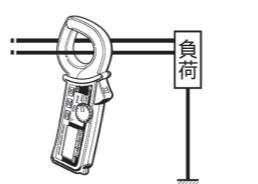

図1. 負荷電流測定
- (1) レンジスイッチを任意の位置（被測定電流が、レンジの測定範囲を超えないこと）にセットします。
- (2) 通常の測定（図1、2参考）